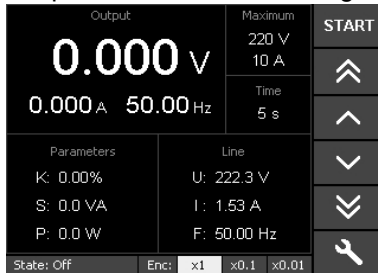

Рисунок 6.2
6.1.8 Выйти из окна «Settings» нажатием  в основное окно (рисунок 6.2).
В основном окне программы (рисунок 6.2) нажать кнопку запуска ре-